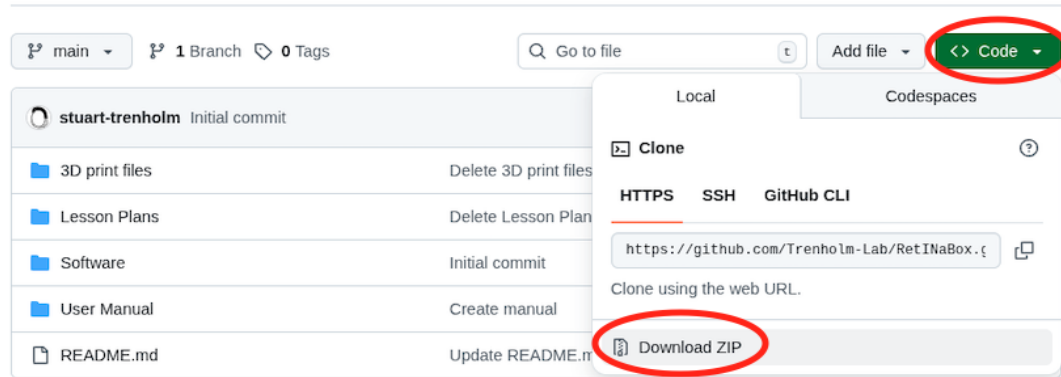

Figure 29. Téléchargement du logiciel RetlNaBox à partir de GitHub.
- b. Téléchargez le fichier ZIP en cliquant sur le bouton vert « Code », puis sur le bouton « Download ZIP » (Télécharger le fichier ZIP) (**Fig. 29**). Une fois téléchargé, le fichier ZIP apparaîtra dans votre dossier « Downloads » (Téléchargements) sous le nom RetlNaBox-main.zip.